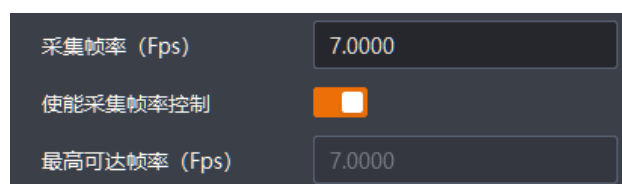

图6-6 帧率设置
2. 启用**使能采集帧率控制**参数，**最高可达帧率**参数显示当前实时帧率，如图 6-6所示。